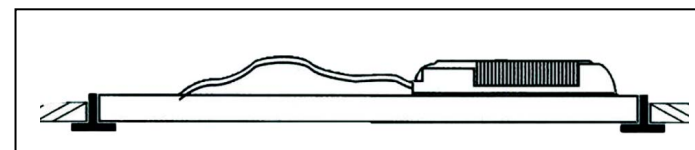
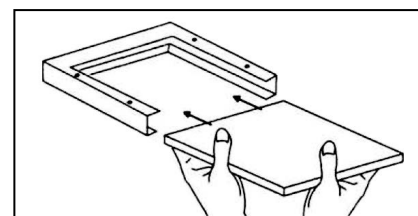

Рис. 2
Рис. 3
- Конструкцией осветительного прибора предусматриваются следующие способы монтажа: подвесной с помощью комплектов подвеса CP 10 Suspension set (рис. 1), встраиваемый (на Т-профиле) (рис. 2) и накладной с помощью рамки CP 10 SMB 600x600 (рис. 3).
- Накладной способ монтажа (рис. 3):